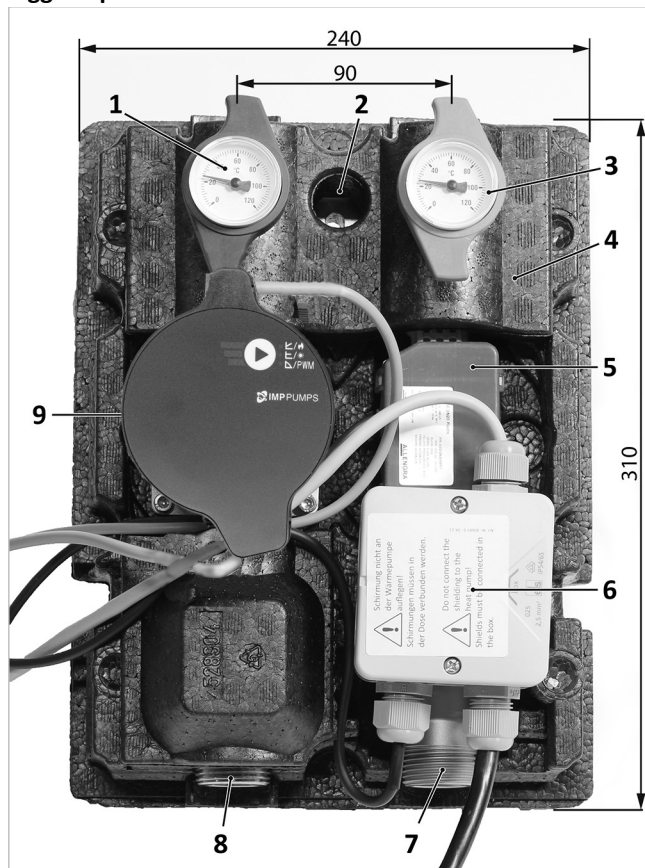

Fig. 1: Stazione di caricamento dell'accumulatore PLAS-WP-WM-1
1. Tenere la stazione contro la parete e segnare il foro (vedi → pag. 5, fig. 1 (2)).